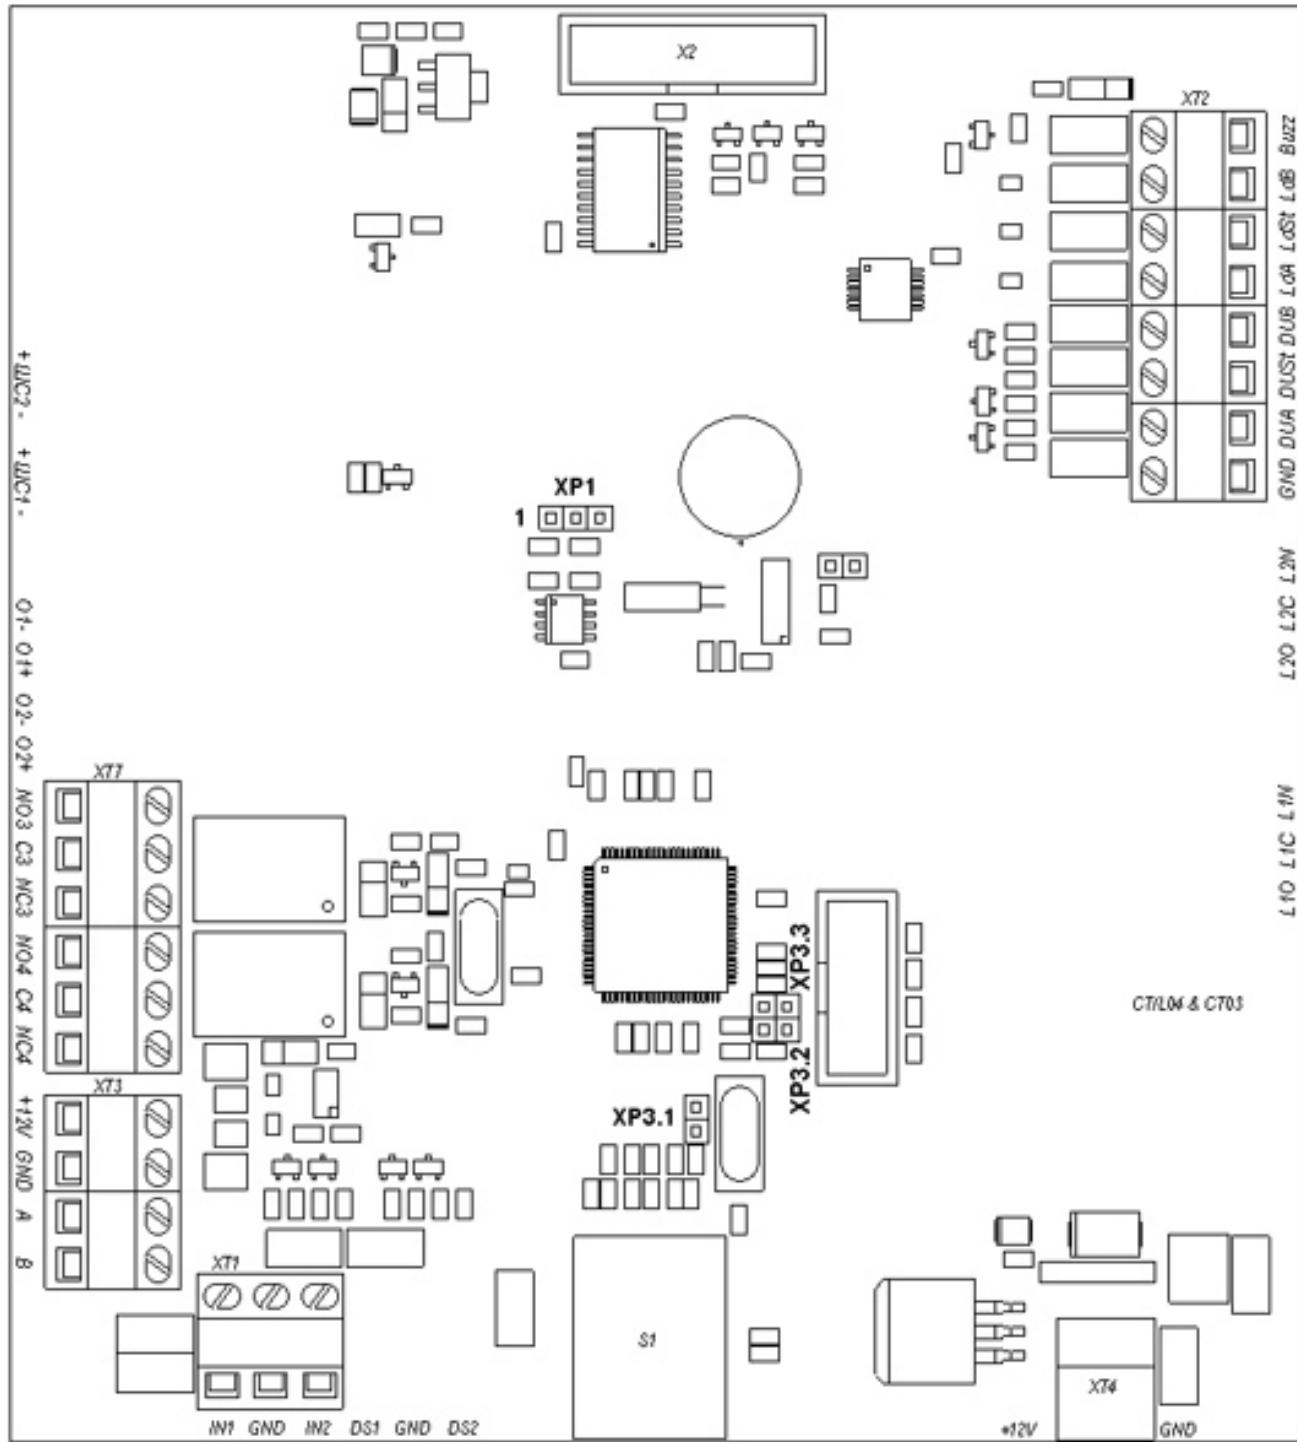

Рисунок 3.1 — Внешний вид платы контроллера PERCo-CT03
5.2.4 Пульт управления выполнен в виде небольшого настольного прибора в корпусе из ударопрочного АБС пластика и предназначен для задания и индикации режимов работы при ручном управлении КТС01.3. Пульт управления подключается к плате *PERCo-CT03* гибким многожильным кабелем (17) через клеммную колодку "XT2" (см. рисунок 3.1).
управления, подключаемые на контакты *DUA* и *DUB*, а также *Led A* и *Led B* соответственно (рисунок 3.1 и рисунок А.1 Приложения А).
5.2.5 На плате контроллера *PERCo-CT03* (рисунок 3.1) расположены:
5.3.2 Подключение указанных в п. 5.3.1.1 автономных устройств производится с помощью кабелей (17) и (19) к соответствующим клеммным колодкам "XT2" и "XT4" платы PERCo-CT03 (рисунок 3.1) в соответствии со схемой подключения (рисунок А.1 Приложения А).